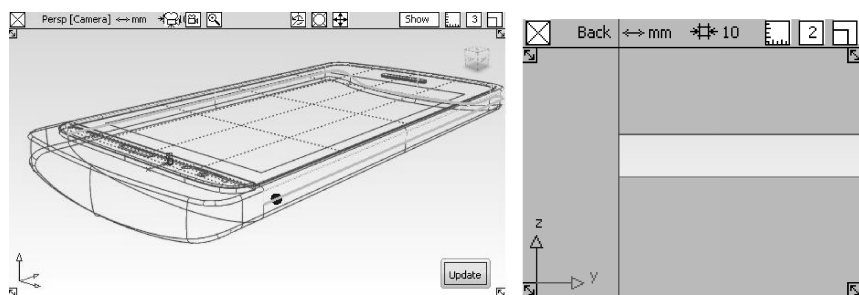

图 8-48 创建缝隙
- 55 在透视窗中单击选择上侧面的下边缘，然后在视窗下方单击【Update】按钮。在上下侧面之间创建出一条缝隙，着色显示，进行查看，如图 8-48 所示。